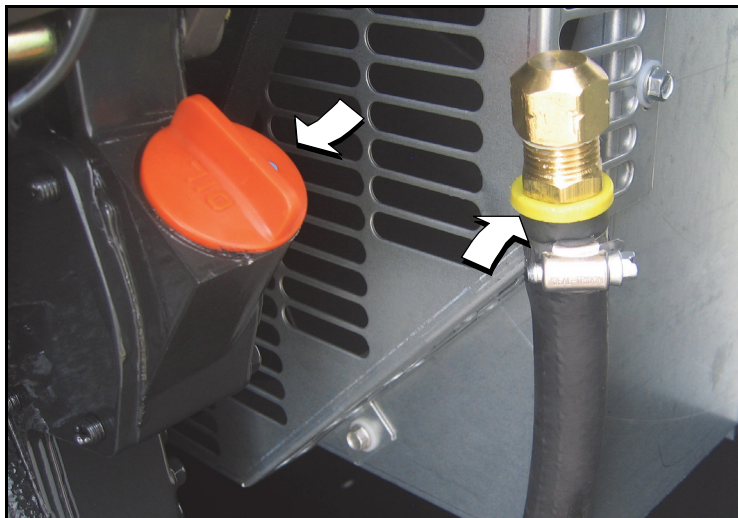

Figura 5-17. Tampão de abastecimento de óleo e mangueira de drenagem
1. Remova a braçadeira da mangueira de drenagem de óleo. Consulte a Figura 5-17.